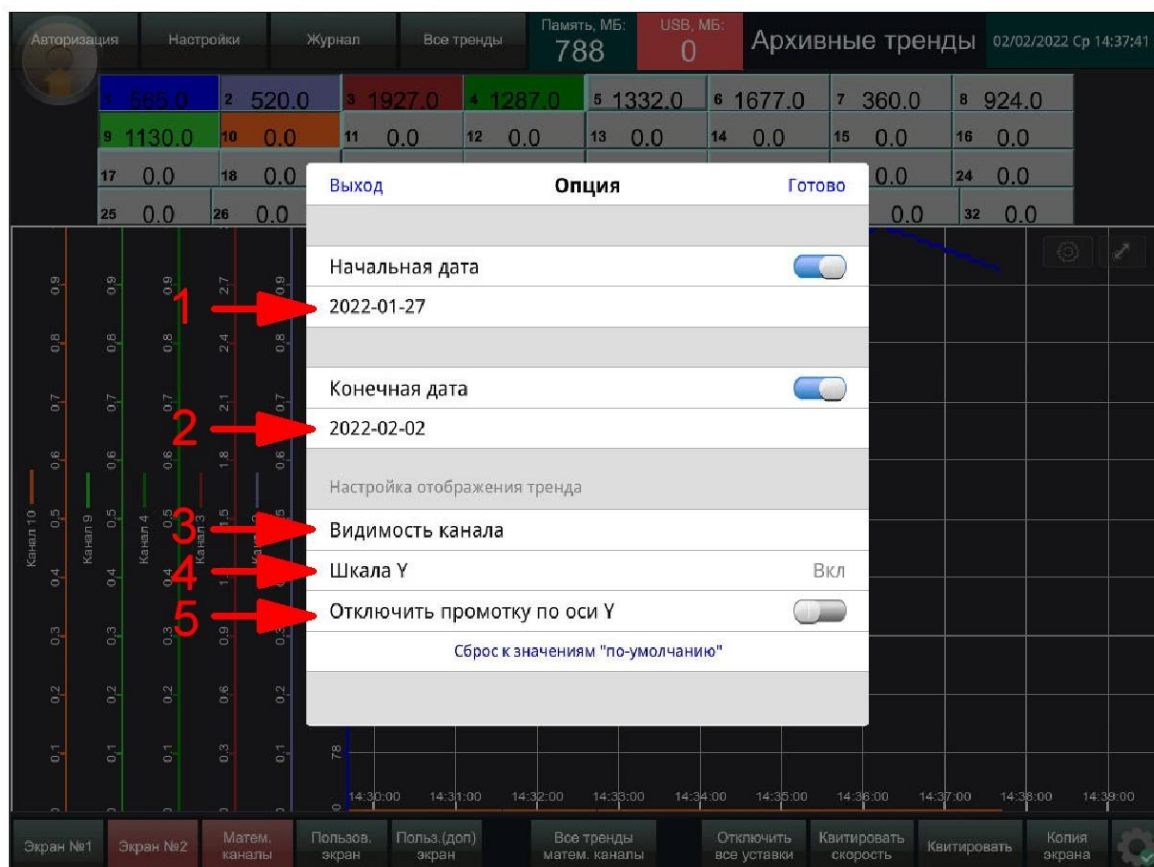

Рисунок 88 – Окно опций трендов
Кнопки выбора отображаемых каналов находятся в верхней части экрана (2). При выборе канал подсвечивается определённым цветом. Слева экрана имеются шкалы (1), которые относятся к определённым каналам и отображают их масштаб, который можно изменить в настройках (Настройка→Конверсия→Поля верх шкалы/низ шкалы). Цвет шкалы и линии тренда соответствует цвету кнопки выбора канала. Имеется возможность просмотра экрана трендов по времени путем прокрутки оси времени X(6). В раскрывающемся списке (5) доступно масштабирование общего окна трендов по осям X и Y (это также можно осуществить разведением/сведением двух пальцев на поле отображения трендов). При нажатии на кнопку 4 открывается меню опций (рисунок 88).